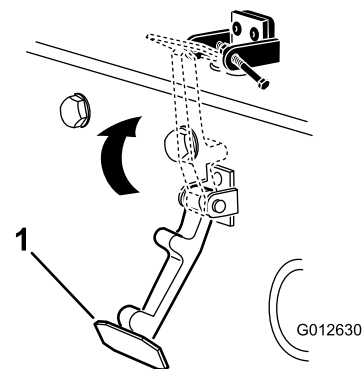

Bild 14
6. Haken Sie den Riegel in die Halterung des Motorhaubenriegels ein (Bild 14).